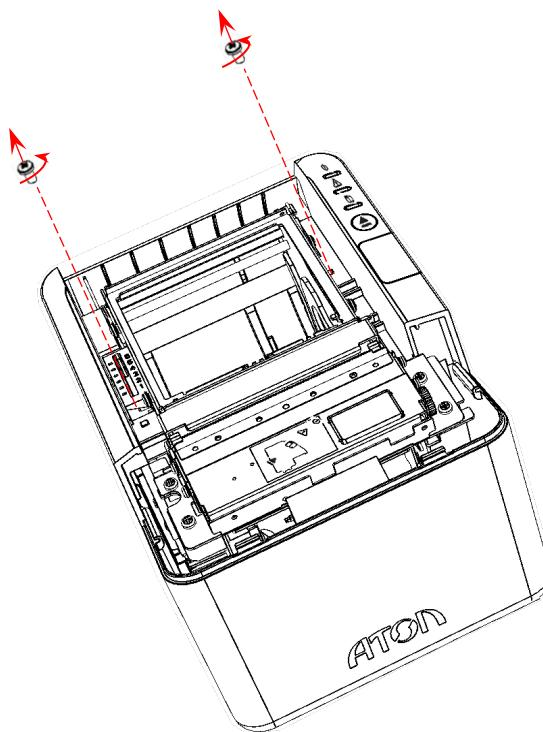

Рисунок 10. Винты крепления верхней части корпуса к печатающему механизму (крышка лотка условно не показана)
- 15 Вкрутить два винта крепления верхней части корпуса к нижней части (см. рисунок 10).